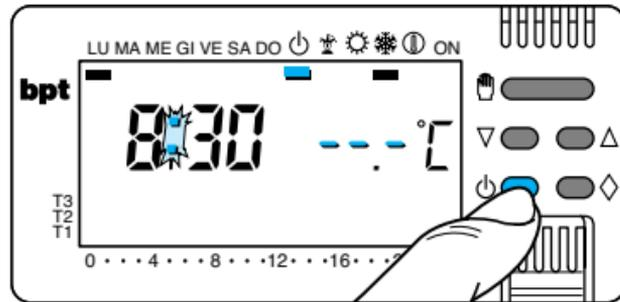

Fig. 64
13.4 - Premere due volte il pulsante ϕ (fig. 64).